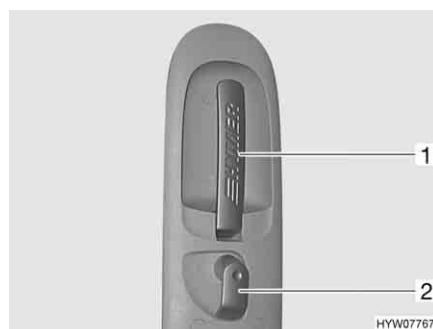

Bild 58 Türschloss Eingangstür, innen
- Am Griff (Bild 58,1) ziehen. Das Türschloss wird entriegelt.
- Den Sicherungsknopf (Bild 58,2) im Uhrzeigersinn drehen.